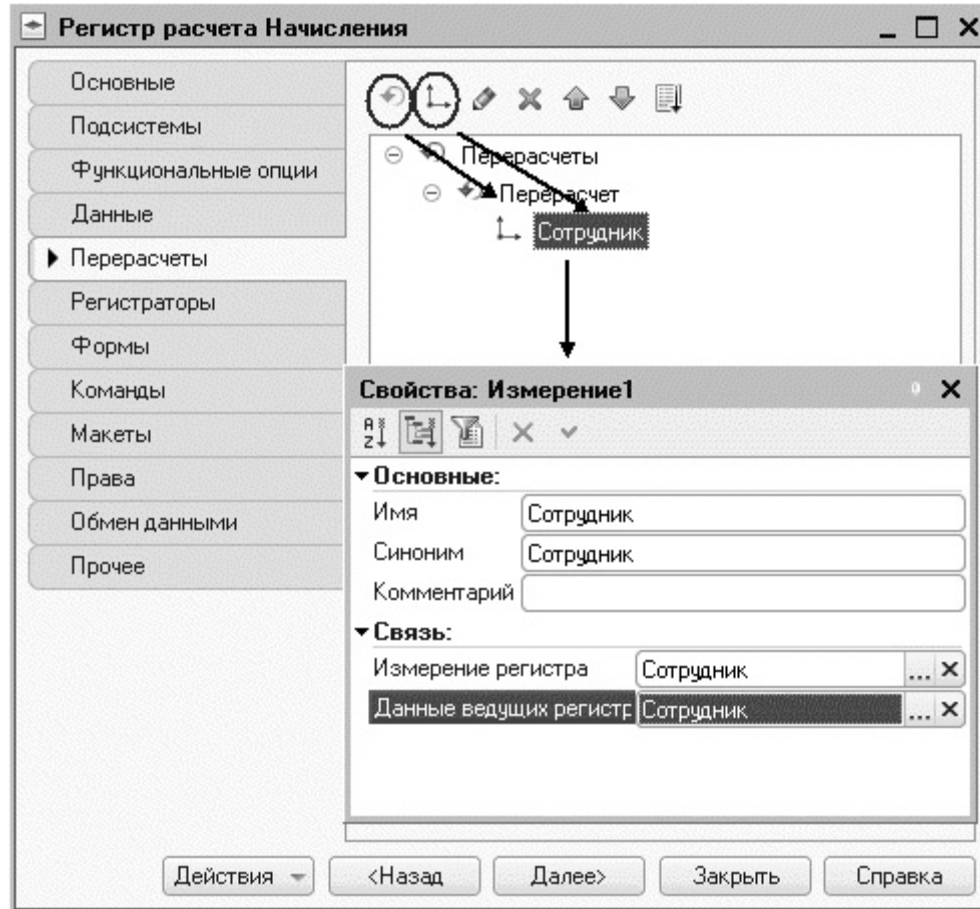

Рис. 17.15. Перерасчеты регистра
- данные ведущих регистров – выберем то же самое измерение *Сотрудник* регистра расчета *Начисления* (рис. 17.15).